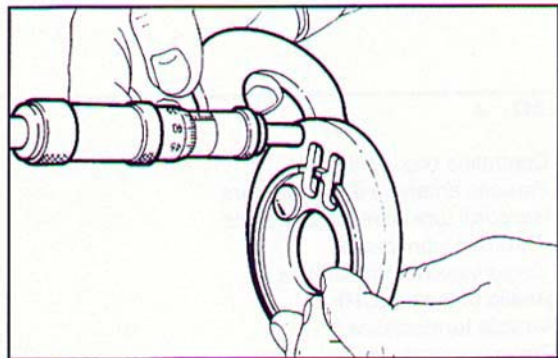
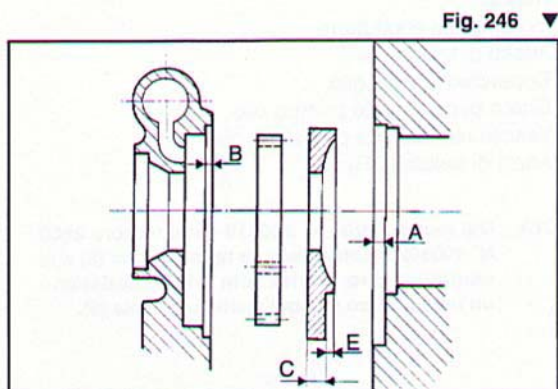

Fig. 245 ▲
Fig. 246 ▼
- con un micrometro, misurare lo spessore del coperchio pompa (Fig. 245), che deve essere inferiore alla somma delle due misurazioni di profondità, diminuita di 0,05 mm che rappresentano il gioco minimo; ad esempio (Fig. 246):
quota C (Fig. 245): 7,37 mm
Dal motore 2000 N° 200360 e dal motore 2800 N° 400828, che montano delle bronzine di banco più larghe, è necessario utilizzare dei coperchi pompa olio con lo spessore di centraggio "E" (Fig. 246) più basso di circa 1,5 mm, in modo da non otturare il foro passaggio olio alla testa cilindri destra.
- measure thickness of the pump cover (Fig. 245) with a micrometer; this should be found to be less than the sum of the two depth measurements, less 0.05 mm which is the minimum clearance;
for example (Fig. 246):
dimension C (Fig. 245): 7.37 mm
From 2000 engine no. 200360 and 2800 engine no. 400828, which have wider main bearings, oil pump covers must be used with centring thickness "E" (Fig. 246) approx. 1.5 mm lower so as not to block the hole for passage of oil to the right-hand cylinder head.